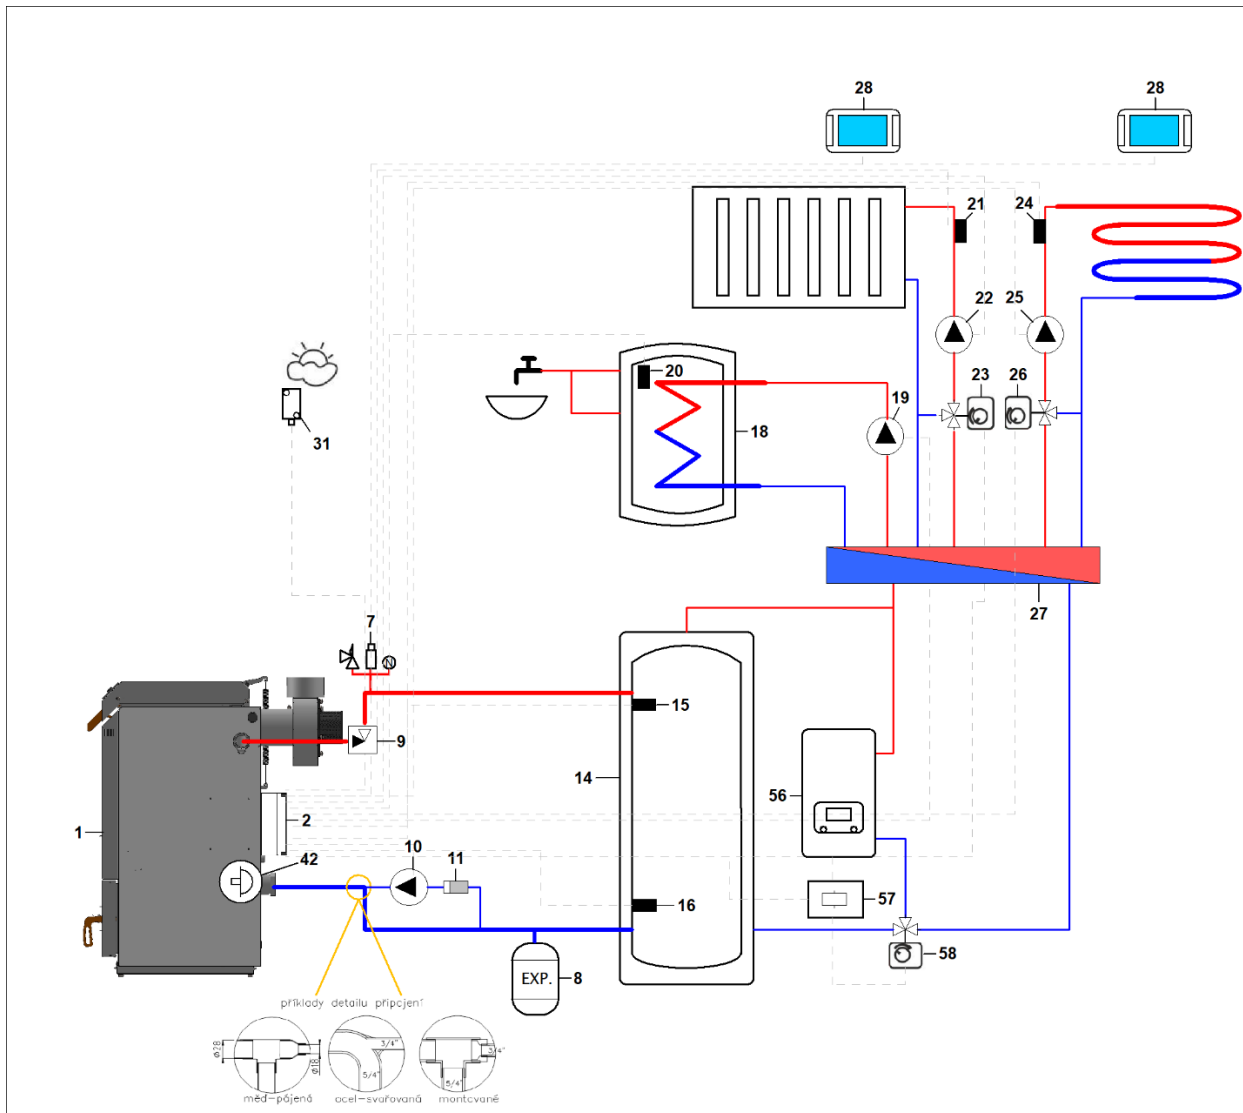

Abbildung 29. Hydraulischer Anschluss mit Reservekessel (56) und Umlenkventil (58)
*Ein Dreiwege-Umschaltventil kann angeschlossen werden, um den Heizkreislauf und das Brauchwasser vom Speicher zu trennen, um ein Aufheizen des Speichers zu verhindern - siehe Abbildung 29.*